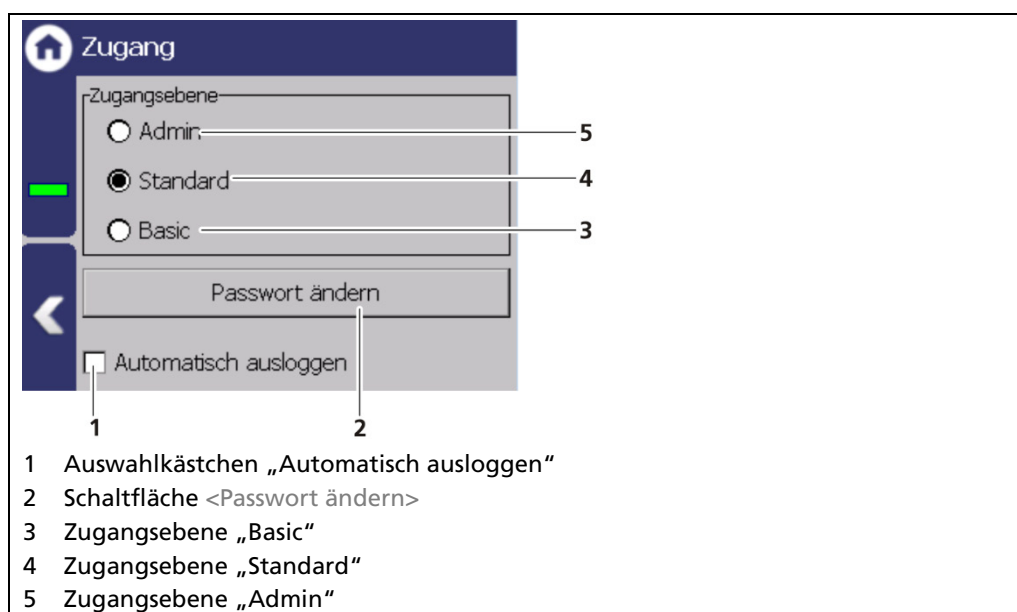

Abb. 25 Zugang
4. Der USB-Speicher wird nach einigen Sekunden vom System erkannt und die Schaltflächen können angeklickt werden. Klicken Sie auf <CU-Update> (Abb. 25, Pos. 1)
- ▶ Das Auswahlfenster „Update-Datei“ (Abb. 25, Pos. 6) öffnet sich.
5. Wählen Sie die entsprechende Datei aus und klicken Sie auf die Schaltfläche <CU-Update> (Abb. 25, Pos. 1). Bestätigen Sie mit <JA>.
4. Der USB-Speicher wird nach einigen Sekunden vom System erkannt und die Schaltflächen können angeklickt werden. Klicken Sie auf <MU-Update> (Abb. 25, Pos. 2).
5. Wählen Sie die entsprechende Datei aus und klicken Sie auf die Schaltfläche <MU-Update> (Abb. 25, Pos. 2).